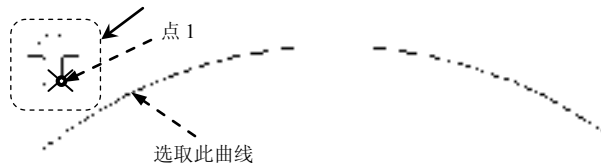

图 6.3.10 选取对象
Step3. 选择对象。在命令行 **选择对象:** 的提示下,选取图 6.3.10 所示的树形并按 Enter 键以结束选取。
Step4. 选择路径曲线。在命令行 **选择路径曲线:** 的提示下,选取图 6.3.10 所示的曲线。
Step5. 在命令行 **选择夹点以编辑阵列或 [关联(AS) 方法(M) 基点(B) 切向(T) 项目(I) 行(R) 层(L) 对齐项目(A) Z 方向(Z) 退出(X)] <退出>** 的提示下,输入 B,按 Enter 键。
Step6. 定义基点。在命令行 **指定基点或 [关键点(R)] <路径曲线的终点>** 的提示下,选取图 6.3.10 所示的点 1 (阵列图形上一点)。
Step7. 定义方向。在命令行 **选择夹点以编辑阵列或 [关联(AS) 方法(M) 基点(B) 切向(T) 项目(I) 行(R) 层(L) 对齐项目(A) Z 方向(Z) 退出(X)] <退出>** 的提示下,输入 Z 按两次 Enter 键结束定义方向操作。